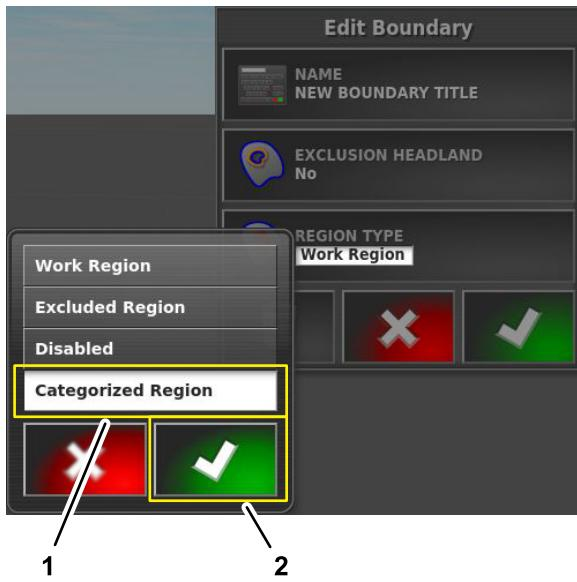

Figure 64
- Dans la boîte de dialogue Type de zone, appuyez sur l'icône ZONE CATÉGORISÉE, puis sur l'icône de confirmation (Figure 64).